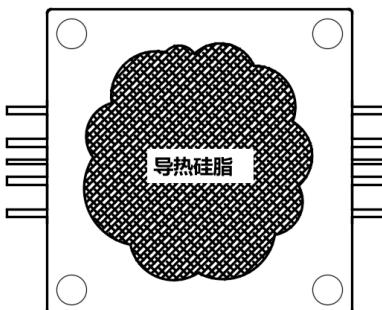

图 1
5. 可以使用导热硅脂等绝缘材料填充器件底面, 但应减少使用量以免造成器件接地不良或硅脂及其中油脂溢出至器件引脚处造成短路损坏器件, 可先在器件底部中心区域涂敷少量导热硅脂然后将器件安装在产品中并完成紧固 (不要焊接引脚), 取下器件, 观察器件背面硅脂分布不应超过器件边缘, 如图 1 所示;